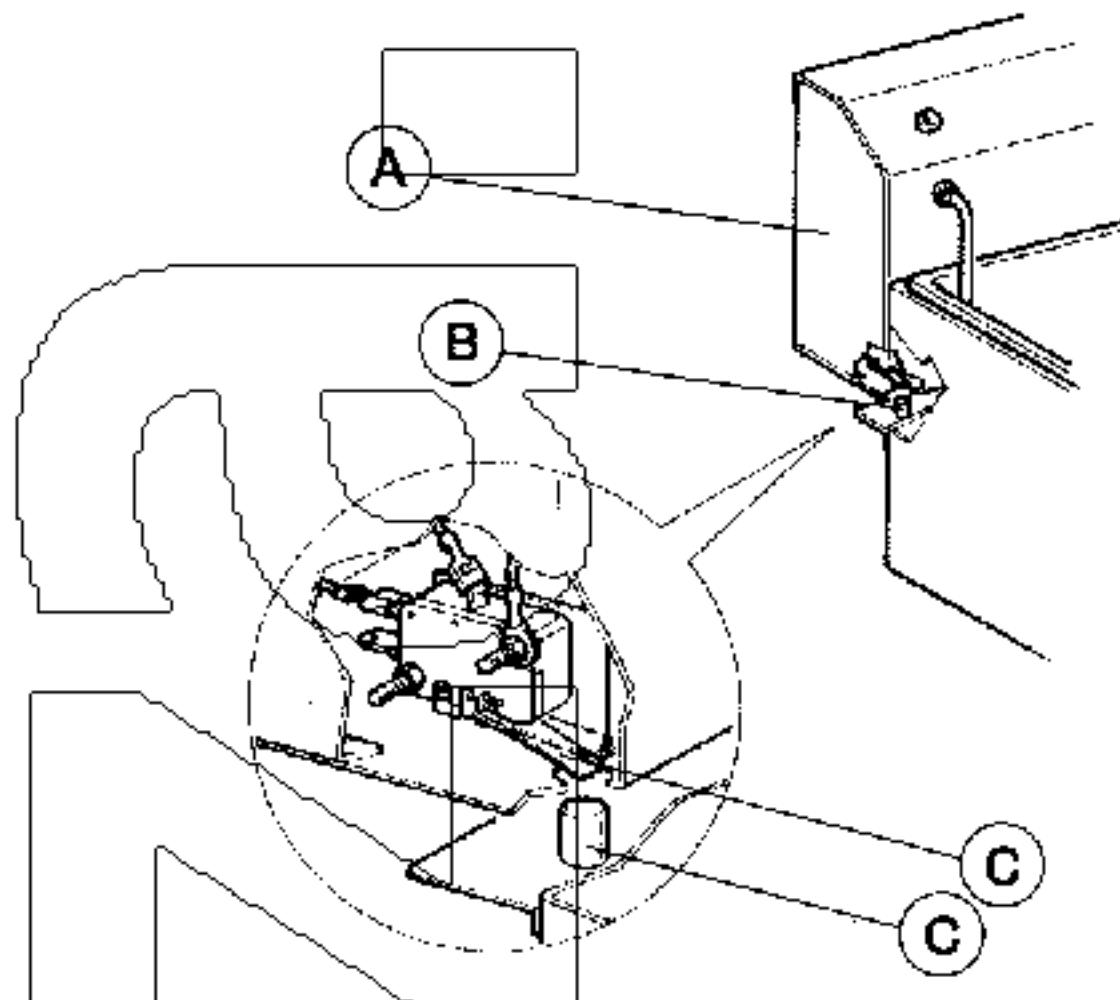

Рис.1
1. См. рис.1. Установите котел на место. Установите съемную головку А в рабочее положение так, чтобы штырь В нажимал на микровыключатель С.